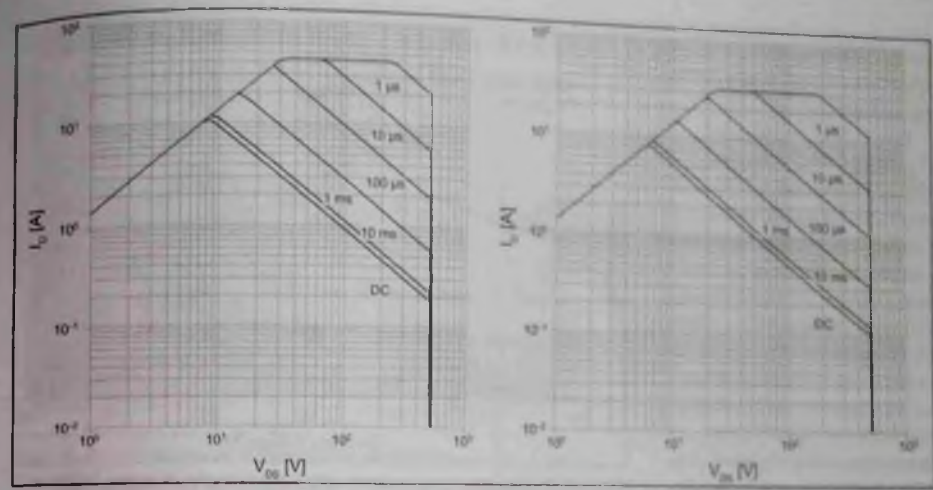

Рис. 2. Области безопасной работы прибора IPD50R280CE, где (перевод обозначений): $I_d - I_c$ (А); $V_{ds} - U_{сн}$ (В); $\mu s - мкс$; $ms - мс$
- **Уровень нагрузки по току стока и возможные температуры кристалла приборов.** На рис. 2 показаны области безопасной работы транзистора IPD50R280CE при температурах кристалла 25°С (слева) и 80°С. Как видно из диаграмм, максимально допустимое напряжение на стоке зависит от длительности импульсов и тока стока. Для данного прибора максимальный постоянный ток стока при T=25°С равен 13 А, а импульсный — 42,9 А. Безопас-